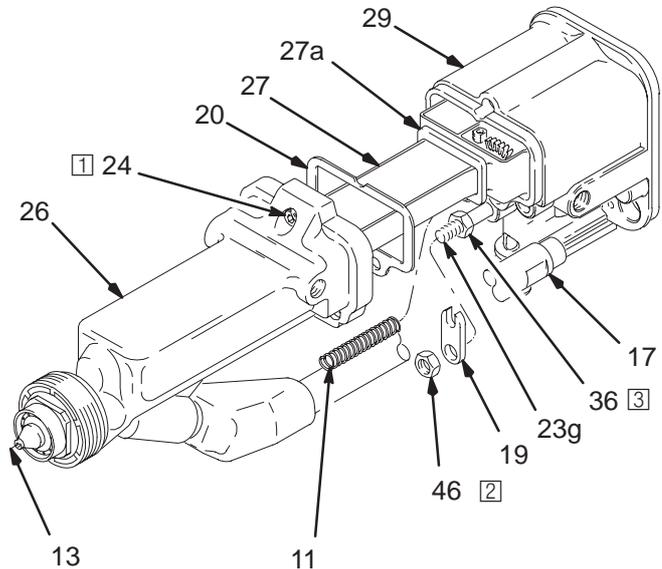

Fig. 36
- Instale el brazo del accionador (19) y la contratuerca (46), con el conjunto de la contratuerca colocado en el extremo del vástago del pistón (23g). Vea la Fig. 36, en la página 40.
- El resorte (11) no está incluido en el conjunto de la varilla de empaquetadura del producto (28).
1. Cerciorarse de que las juntas (20, 27a) y el resorte (11) están en su debido sitio. Ver la Fig. 36. Cambie estas piezas si estuvieran dañadas.
2. Coloque el cañón (26) sobre la fuente de energía (27) y en el cuerpo de la pistola (29). Cerciorarse de que el resorte de la aguja del producto (11) está correctamente asentado.
3. Instale el tubo de producto (17) en el cuerpo de la pistola (29).
4. Utilizando la llave esférica (77—no representada), apriete los tres tornillos (24) de manera alternada y uniforme a una par de 2 N.m como máximo (aproximadamente media vuelta más que el ajuste firme); no apriete demasiado.